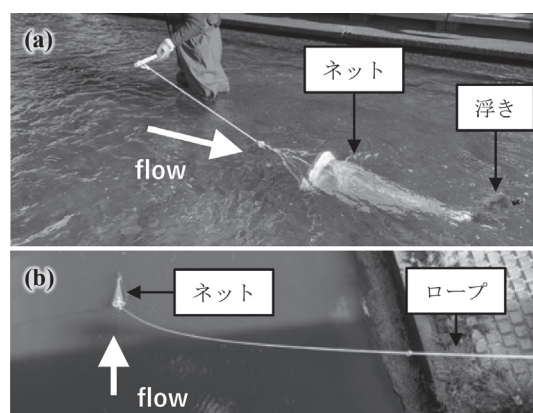

図 2 河川内 (a) と橋上 (b) からのプランクトンネットの設置状況
③の浮きは、開口部と反対側のネット底管（コッドエンド）に取り付け、ネットが下流側に流されて均等に広がるようにする（図 2）。また、浮きを付けることで、ネットをほぼ水平に保つ役割も期待できる。なお、ネット全体をピンと伸ばし、かつ、ろ水計のプロペラにも接触しないようにするために、ネットをステンレス製の外枠・内枠に取り付ける方法もある。④のロープは、橋上からのネットを設置する際に用いるものである。ネットは橋欄干等と擦れる可能性が高いので、プラスチック製以外の綿素材のロープを用いる必要がある。
程度にネットを全没させて設置する。採取では、河川内に立ち入って行う場合（図2(a)）と橋上から行う場合（図2(b)）が挙げられるが、作業の安全性や採取地点の自由度を考慮すると橋上の採取が望ましい。なお、MPは断面内における横断・鉛直方向に変化しており³⁾、適切かつ効率的なMP採取地点の選定は今後の課題である。また、採取のタイミングにより、MP濃度は大きく変化し、出水時にはMP濃度が大きく増加することが知られている⁴⁾。そのため、採取時の流況や先行晴天日数等を明記する必要がある。